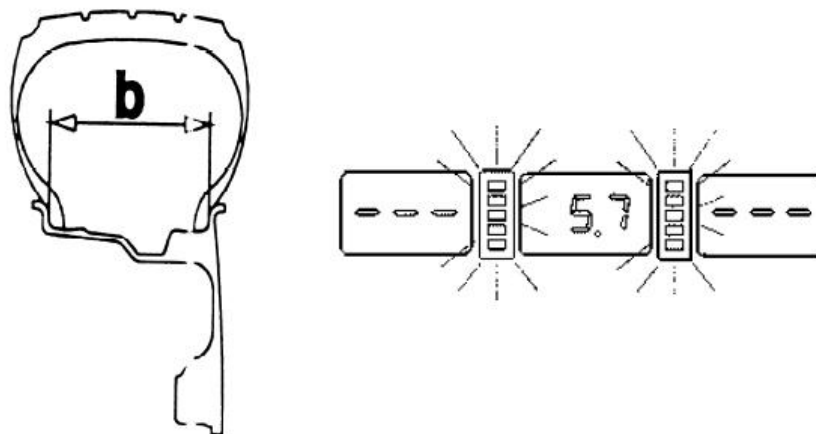

Рис. 5
- Успешное запоминание указывается на дисплее, как показано на рис.5.